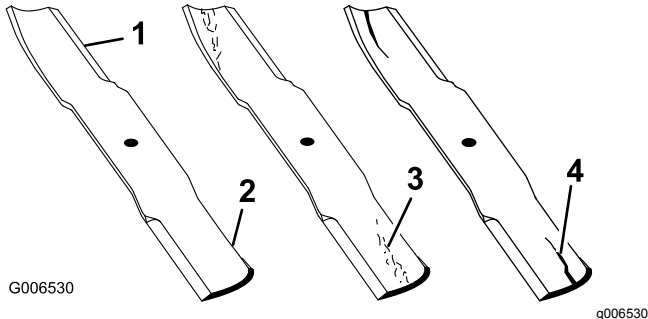

Figura 44
1. Inspeccione los filos de corte (**Figura 44**). Si los bordes no están afilados o tienen muescas, retire las cuchillas y afílelas; consulte Afilado de las cuchillas (página 43).
2. Inspeccione las cuchillas, especialmente la parte curva (**Figura 44**). Si observa daños, desgaste o la formación de una ranura en esta zona (**Figura 44**, 3 o 4), instale inmediatamente una cuchilla nueva.